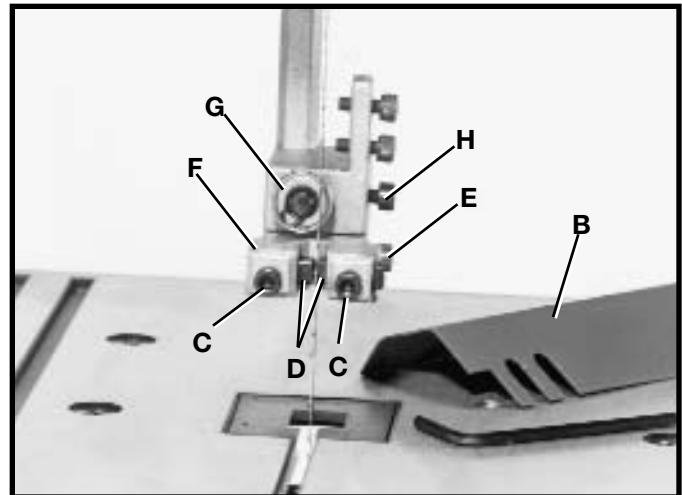
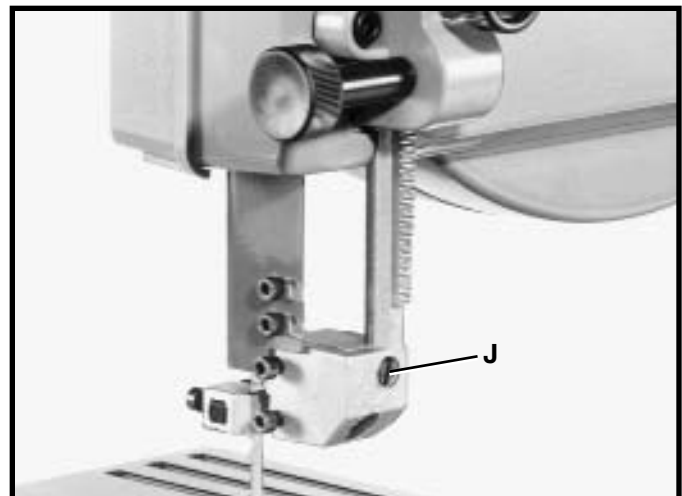

Fig. 22
Fig. 23
1. **REMARQUE** : le dispositif de protection de lame supérieure (B) fig. 22, est illustré retiré pour une présentation plus claire.
2. Desserrer les deux vis (C) fig. 22, et régler les guides de lame (D) aussi près que possible des côtés de la lame de scie en étant prudent pour ne pas pincer la lame. Resserrer ensuite les deux vis (C).
3. Desserrer la vis (E) fig. 22, et déplacer la fixation du guide (F) vers l'intérieur ou vers l'extérieur jusqu'à ce que le bord avant des guides (D) soient juste derrière les « gorges » des dents de lame. Resserrer ensuite la vis (E).
4. Le palier de butée/support de lame supérieure (G) fig. 22, empêche que la lame de scie soit poussée trop loin pendant la coupe. Le palier de support (G) devrait être réglé à environ 1/32 po (0,79 mm) derrière la lame, pour que l'arrière de la lame chevauche le diamètre extérieur du palier à billes d'environ 1/8 po (3,2 mm). Pour le réglage, procéder comme suit :
5. Desserrer la vis (H) fig. 22, et glisser le palier de support coulissant (G) vers l'intérieur ou vers l'extérieur jusqu'à ce qu'il soit à environ 1/32 po (0,79 mm) derrière la lame de la scie.
6. Le palier de support de lame supérieure (G) fig. 22 est réglé sur un arbre à excentrique. Pour changer la position du palier (G), utiliser un tournevis droit, tourner l'arbre (J) fig. 23, jusqu'à ce que la lame chevauche correctement le palier de support. Resserre ensuite la vis (H).